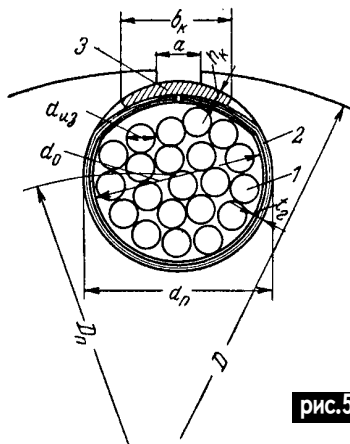

рис.56
При изготовлении якоря сечение паза должно быть еще больше, чем по формуле (9), так как в нем должны еще поместиться изоляционная гильза 2 толщиной 0,2 мм и клин 3 из картона толщиной 0,3 мм (**рис.56**). Площадь, занимаемая гильзой,